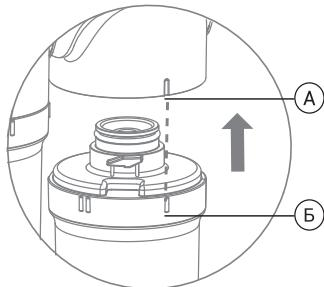

Рис. 6
3. Совместите метку «I» (A) на скобе фильтра и метку «I» (Б) на картриdge (рис. 6).